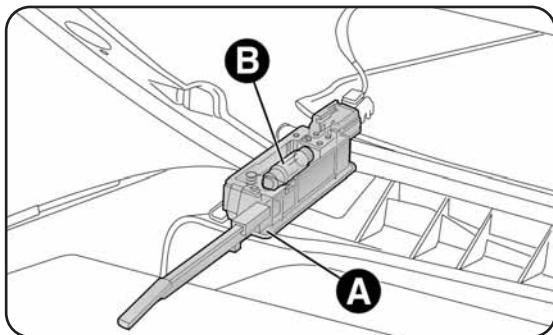

fig. 34
- ouvrir la boîte à gants, puis extraire le plafonnier A-fig. 34 ;